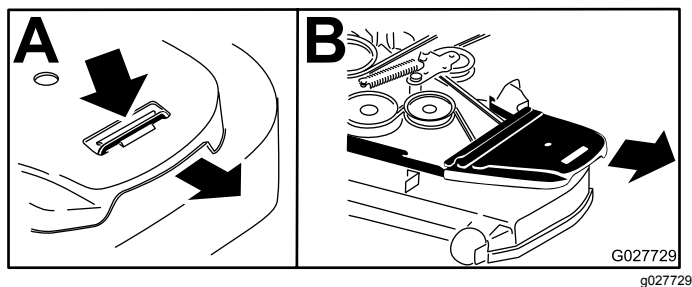

Figura 85
6. Retire as coberturas da correia e os parafusos presos a elas (Figura 85).